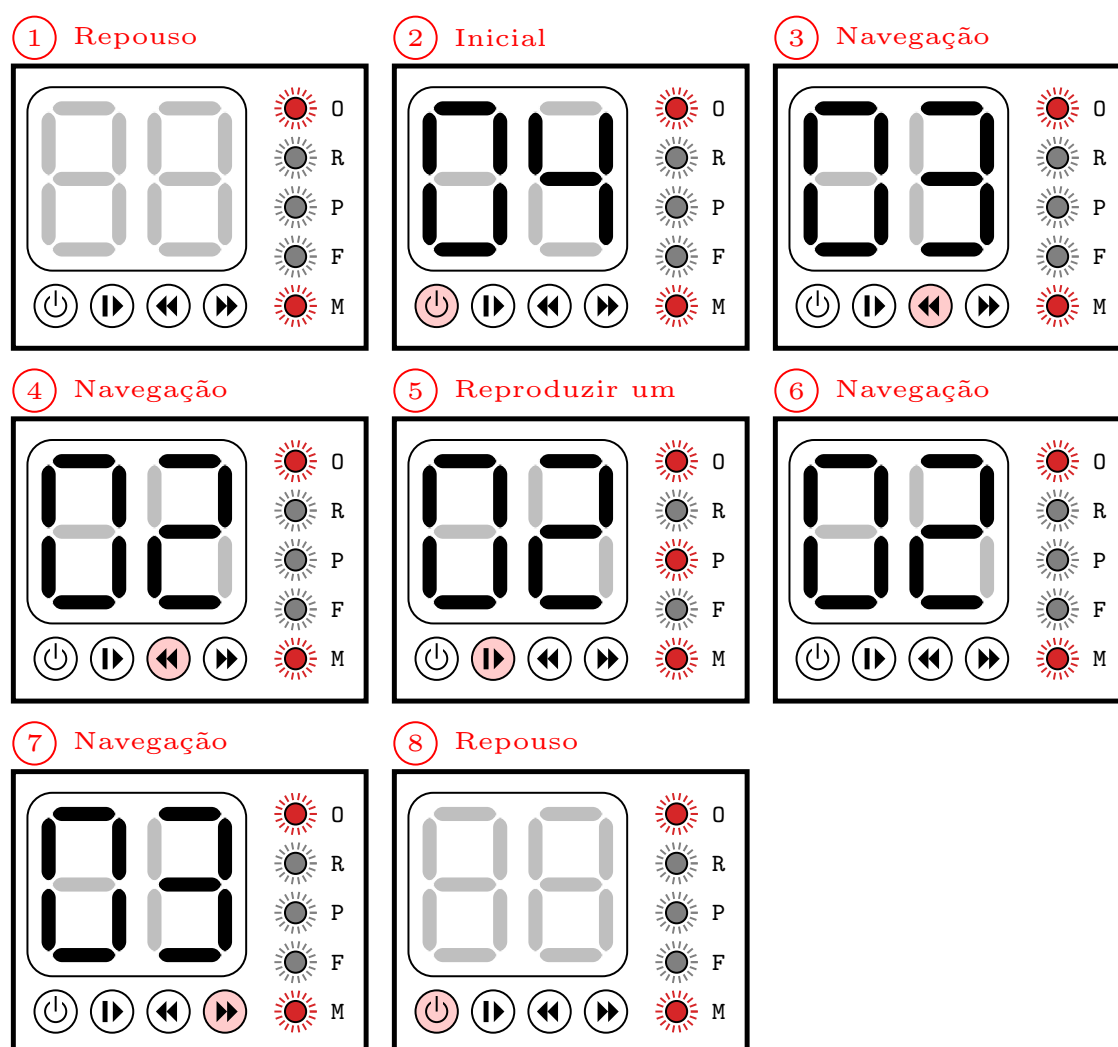

Figura 7: Infográfico do procedimento para reprodução individual de mensagem na memória interna
O infográfico da Figura 7 apresenta o detalhamento do procedimento para a reprodução de uma mensagem selecionada. Estando na tela de repouso (1), o usuário deverá pressionar o botão ON (2), para que os displays apresentem o valor total de mensagens na memória interna. Para navegar até a mensagem que deseja reproduzir o usuário deverá pressionar os botões BACK ou NEXT (3-4). Escolhida a mensagem que se deseja reproduzir o usuário deverá pressionar o botão PLAY. A reprodução será apenas da mensagem escolhida (5-6). O usuário poderá navegar para outra mensagem (7), se desejar, pressionando os botões BACK ou NEXT. Para retornar a tela de repouso de qualquer outra tela, basta pressionar o botão ON não estando na tela de repouso.